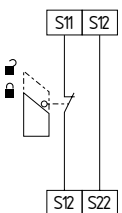

Fig. 8
**Surveillance de protecteur à 1 canal avec dispositifs d'interverrouillage selon ISO 14119 (Fig. 8)**